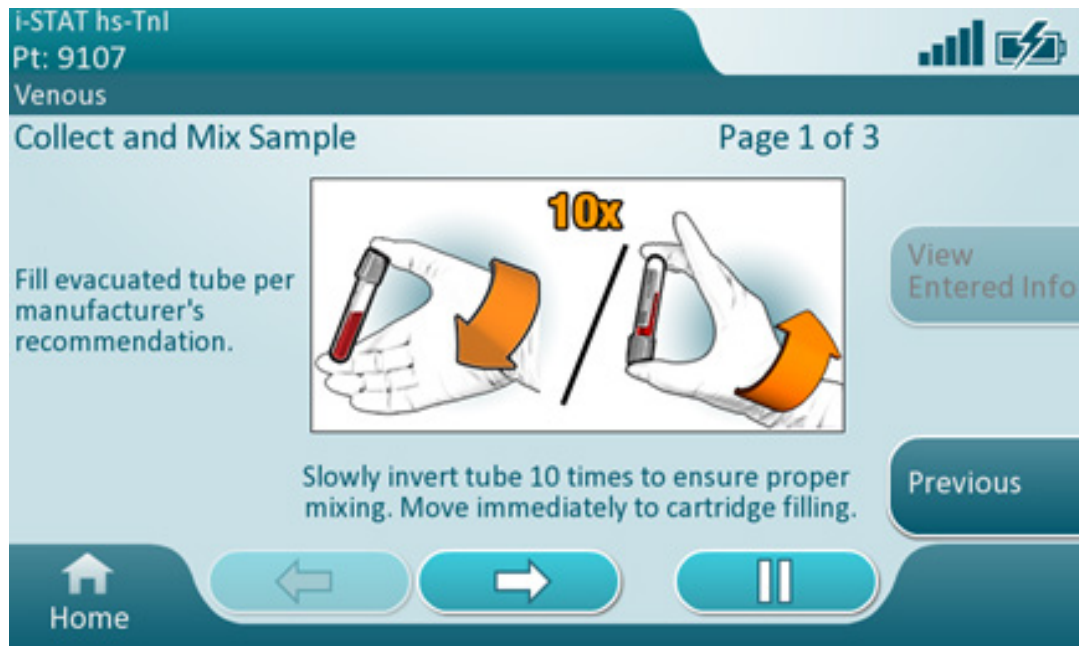

Figure 3.4.4
- Lorsque l'option Sex Specific Cutoffs (Valeurs seuils selon le sexe) est activée et que le patient figure dans la liste ADT, le test se poursuit avec l'invite appropriée en fonction de la cartouche lue ; voir la figure 3.4.4 ci-dessous :